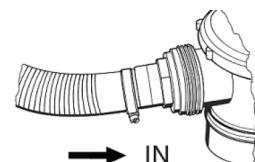

Fig. 14
2. Skimmerleitung: Verbindung vom Skimmeranschluss saugseitig (seitlicher Anschluss) mit der Filterpumpe (ansaugung Fig. 14, IN).